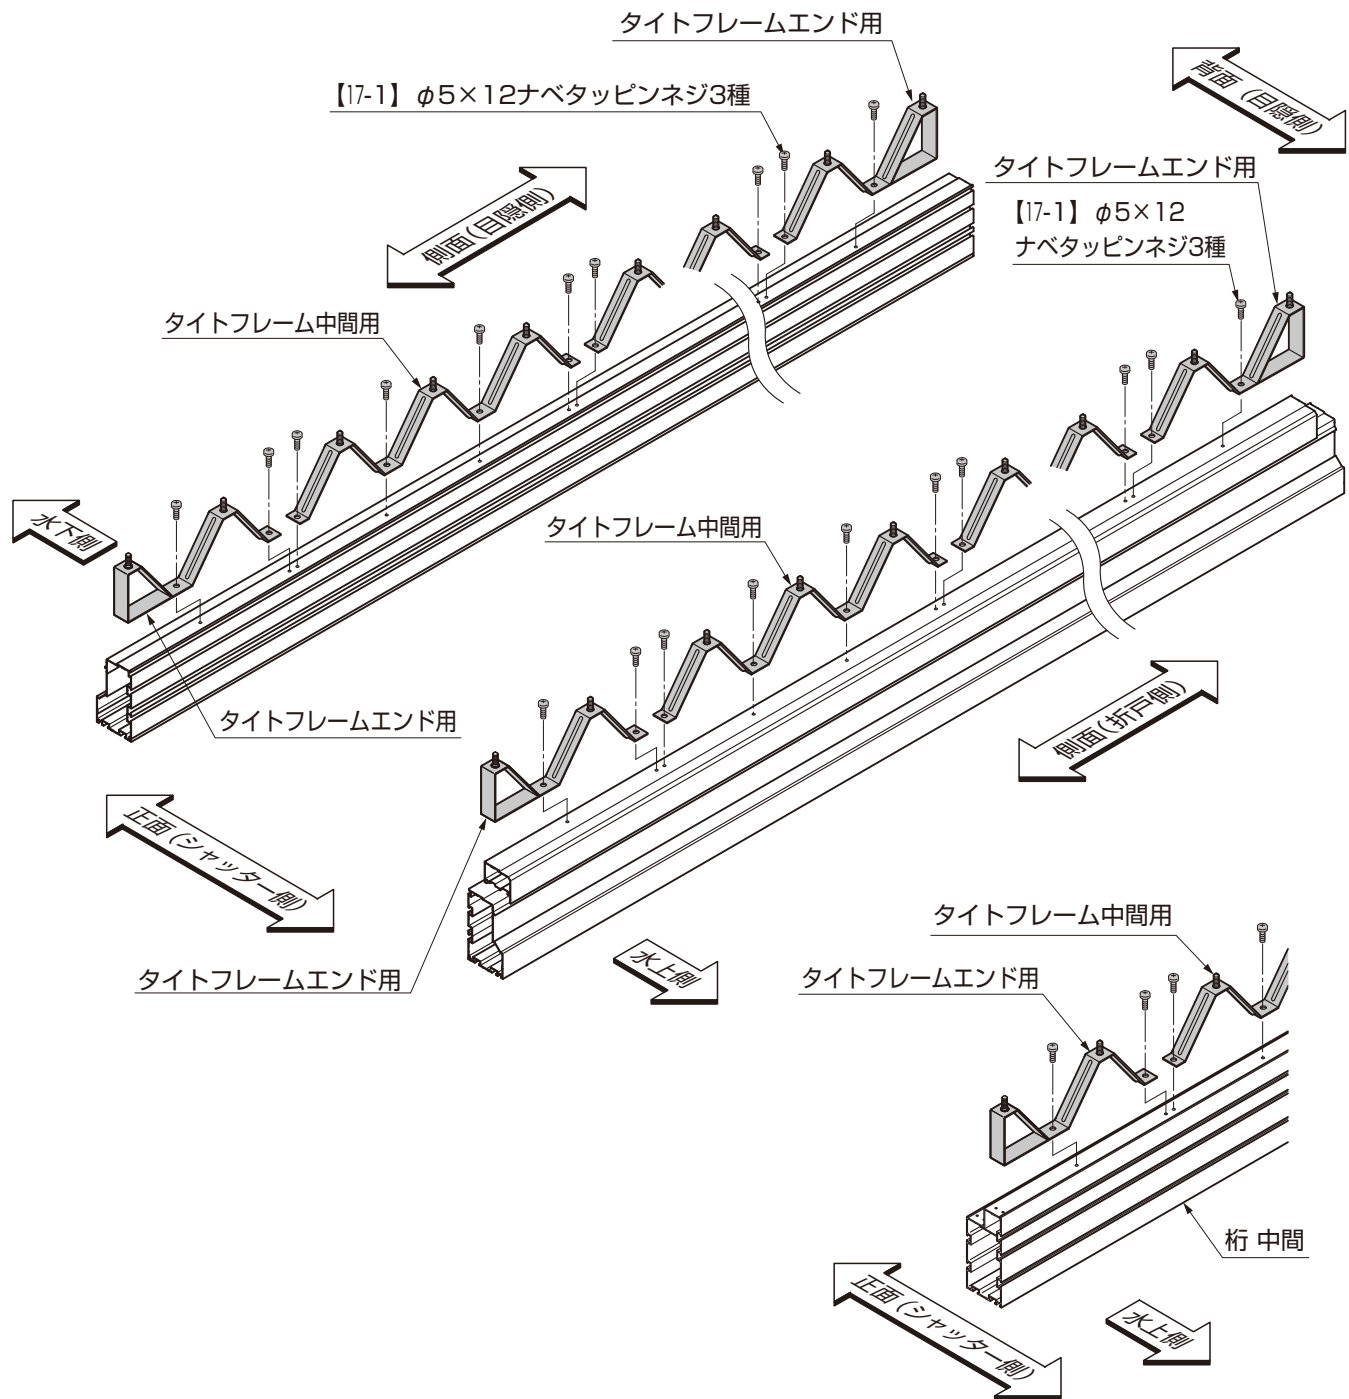

図7-2 桁 中間への取付け (縦横延長の場合)
- 縦横延長の場合は、桁 中間にもタイトフレームを取付けてください。(図7-2参照)